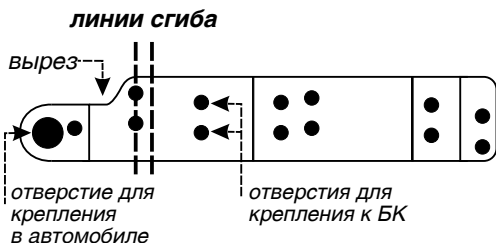

Рис. 2.19
Кронштейн, внешний вид которого приведен на рис.2.19, представляет собой металлическую пластину.
6. Согните пластины по линиям сгиба, рис. 2.19, так, как показано на рисунке 2.20. Учитывайте, что кронштейны будут устанавливаться один с правой, другой с левой стороны, сгибайте их в противоположные стороны (зеркально).